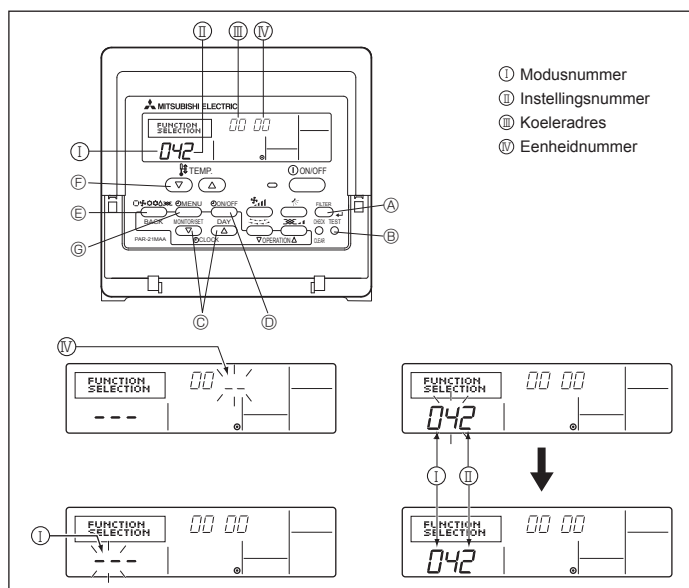

Fig. 6-6
6.3.1. Instelling van de functies op het apparaat (Fig. 6-6)